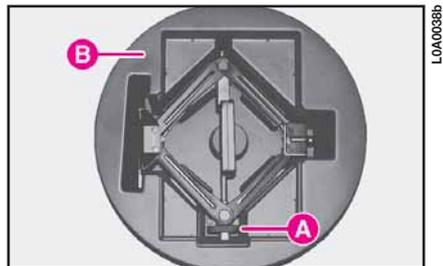

fig. 7
8) Svitare a mano la manopola A (fig. 7) del cric e sfilare dal contenitore B.